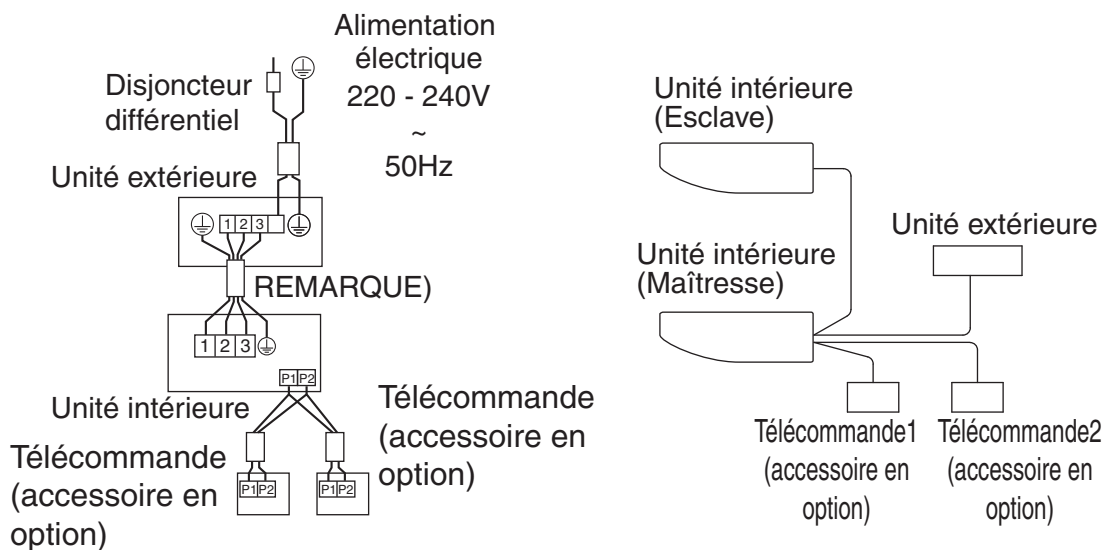

Fig. 36
- **Commande via 2 télécommandes:** 2 télécommandes commandent 1 unité intérieure. (**Reportez-vous à la Fig. 36**).